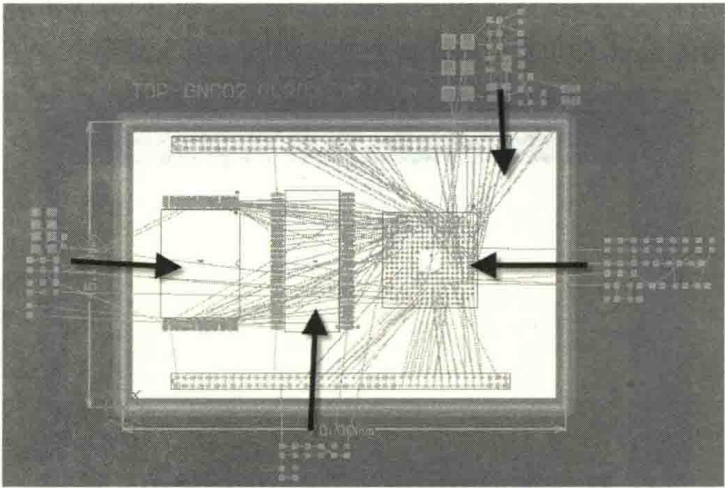

图 13-15 功能模块的分块
(2) 通过交互式布局和“Arrange Components Inside Area”功能，把元件按照原理图页分块放置，并把其放置到对应大元件或对应功能模块的附近，如图 13-15 所示。